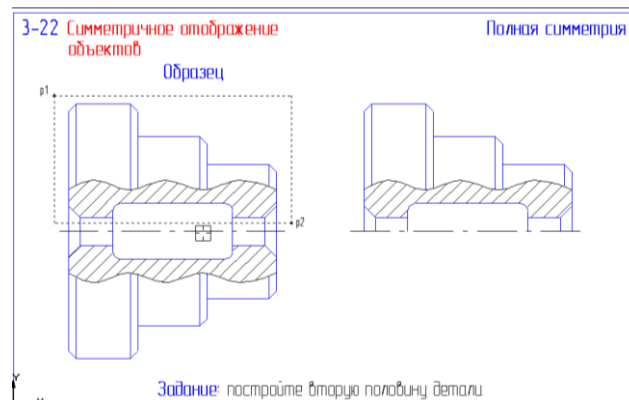

Рис. 28
30. Откройте файл фрагмента 3-22 (рис. 28). Для выполнения задания выделите секющей рамкой верхнюю часть детали за исключением осевой линии. На странице **Редактирование** инструментальной панели нажмите кнопку **Симметрия** и кнопку **Выбор базового объекта** на панели специального управления. Укажите курсором на ось детали. Система выполнит построение симметричного изображения. Прервите работу команды и снимите выделение объектов. Результат сохраните.